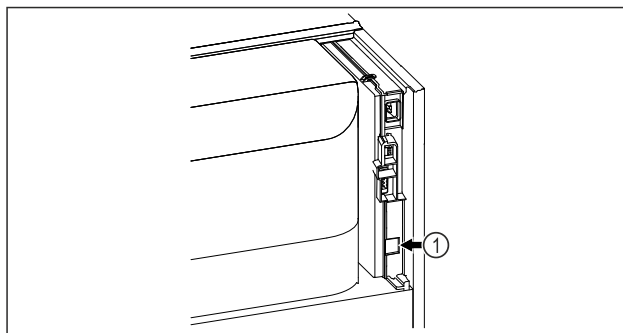

Fig. 179
- SmartModule Fig. 179 (1) è inserito.